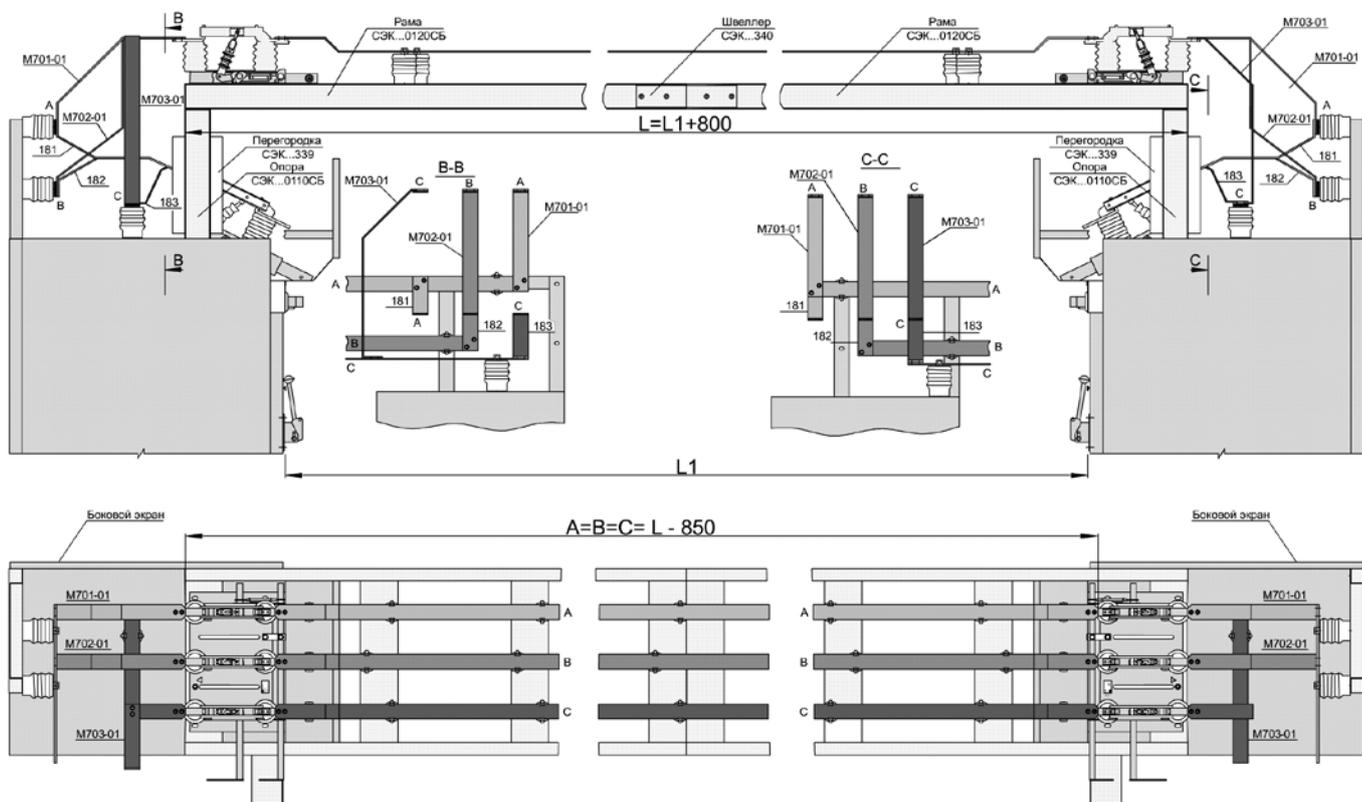

Рисунок 14.2. Шинный мост с разъединителями
- шинный мост с несущей рамой (рисунок 14.2) применяется при ширине прохода более 2,1м